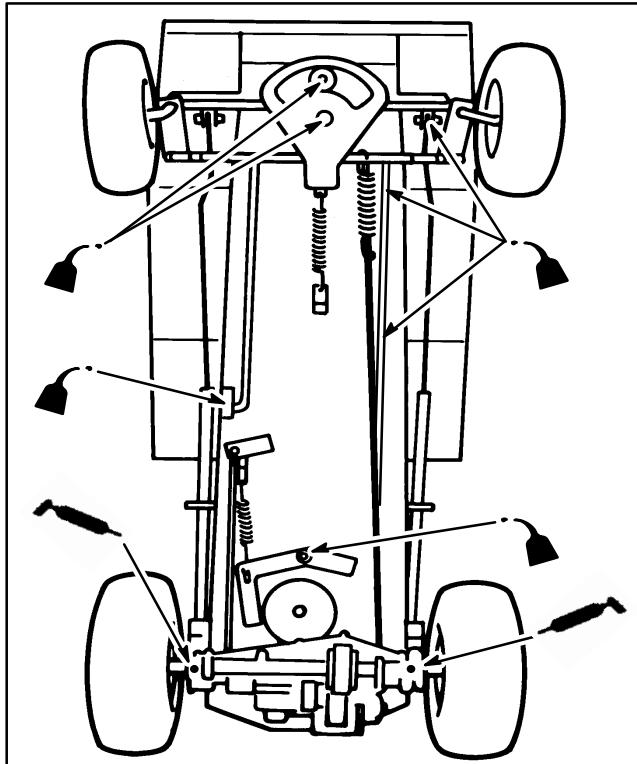

Figure 21
- Graisser l'essieu des roues arrière avec une ou deux giclées de graisse universelle no 2. Les graisseurs se trouvent juste à l'intérieur des pneus arrière, sous la boîte-pont (Fig. 21).
3. Lubrifier les points de pivot de la timonerie d'embrayage de transmission et d'embrayage de lame, du frein, de la direction et de la transmission avec de l'huile légère (Fig. 21). Essuyer tout excès d'huile.